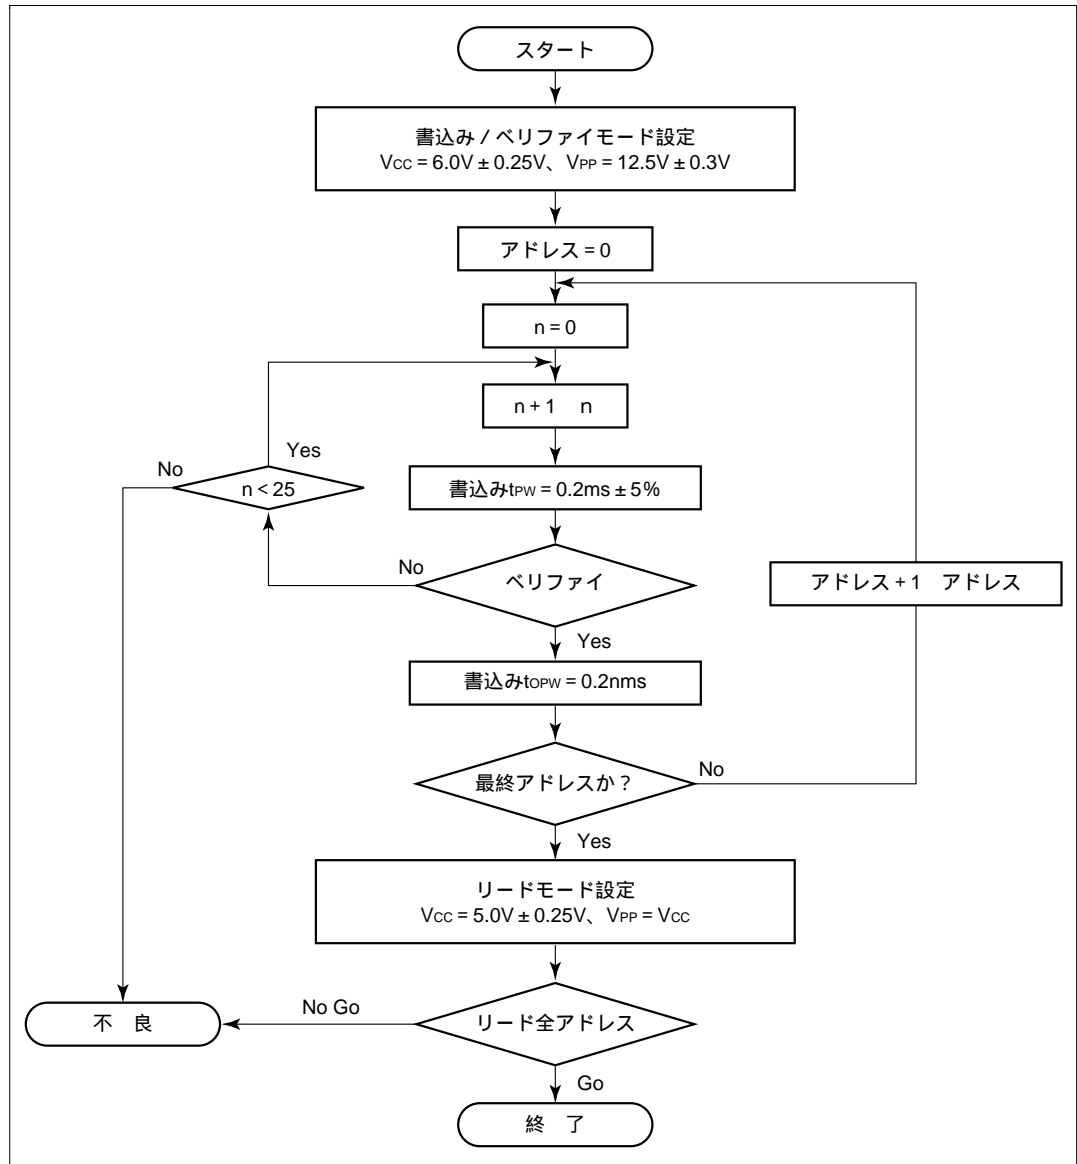

図 6.4 高速高信頼度プログラミングフローチャート
書込み / ベリファイは効率のよい高速高信頼度プログラミング方式で行うことができます。この方式は、デバイスへの電圧ストレス、あるいは書込みデータの信頼性を損うことなく高速な書込みを行うことができます。未使用のアドレス領域のデータはHFFです。高速高信頼度プログラミングの基本的なフローを図 6.4 に示します。
*3 t_{OPW} は図 6.4 高速高信頼度プログラミングフローチャートに記載した値で定義されます。